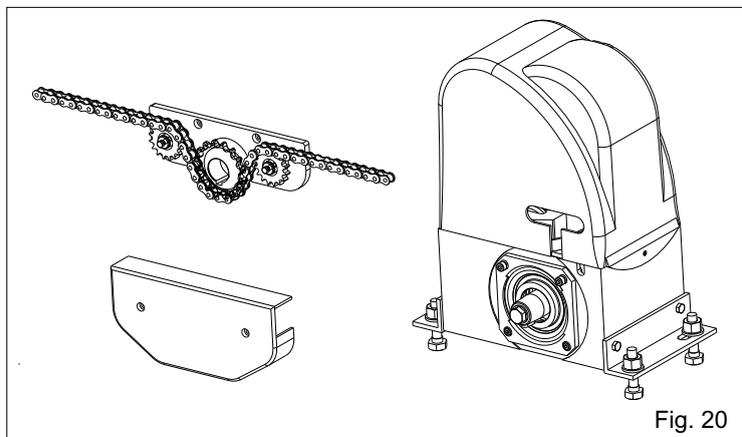
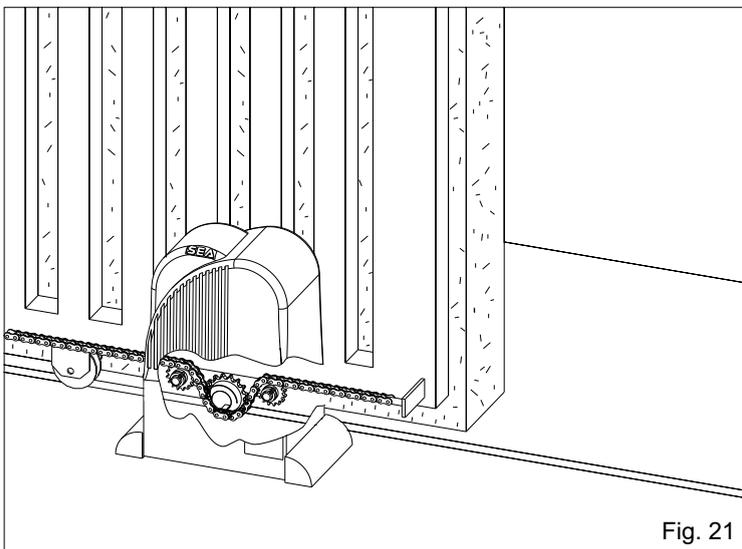
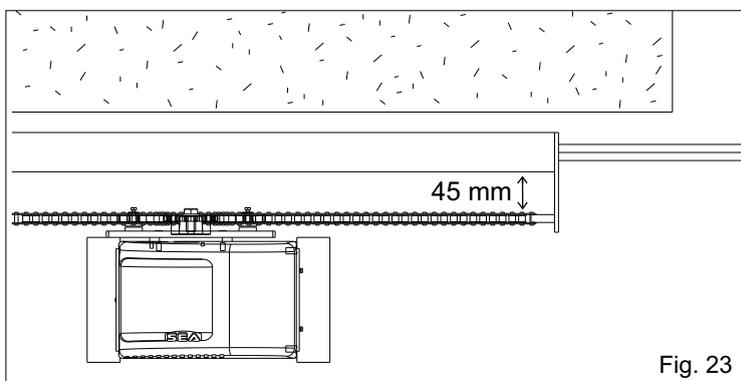
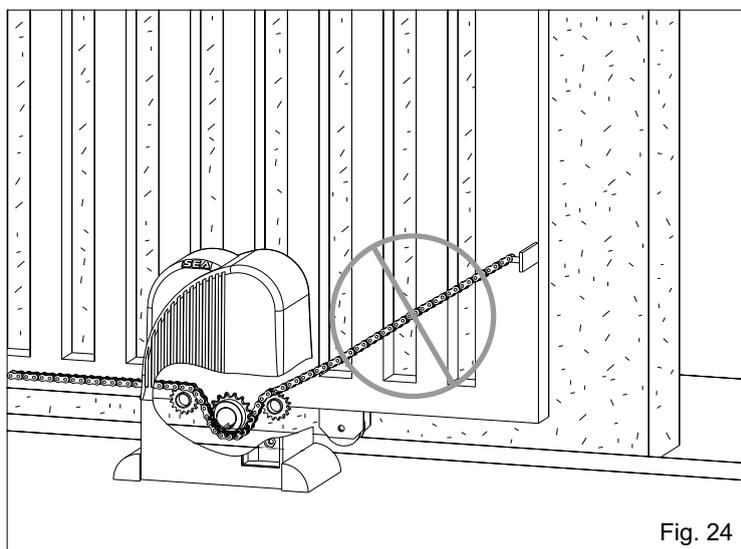

Fig. 20
Fig. 21
Fig. 23
Fig. 24
Le montage des parts principales comprenant l'ensemble de l'automatisme à chaîne est illustré dans Fig. 20.
Dans les figures 21 et 22 il est possible voir l'installation correcte respectivement avec portail ouvert et fermé; noter bien que le parcours obligatoire de la chaîne à l'intérieur du groupe pignon ne doit pas être varié.
**Nota :** Il faut que les trous pour le tendeur de chaîne et donc pour la chaîne elle-même se trouvent dans une distance de 45 mm du portail (fig. 23).
**10.2.** Installer la chaîne en faisant la passer par le groupe pignon comme dans Fig. 20. La chaîne doit toujours être en ligne, soit verticalement (Fig. 21) que horizontalement (Fig. 23), dans le cas contraire (Fig. 24 et 25) elle peut se dérailler du groupe pignon ou il y a le risque d'avoir un majeur effort du motoréducteur et de conséquence un mauvais fonctionnement de l'installation.